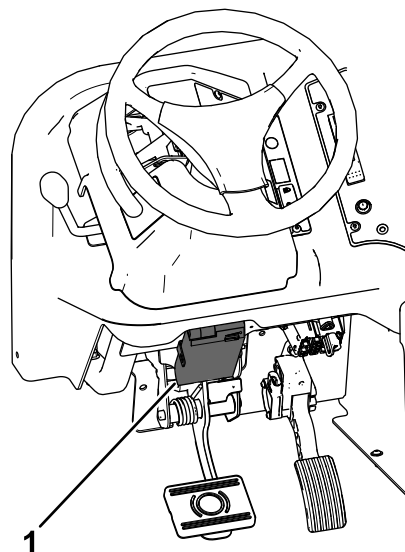

Figura 63
- Montate il controller dei freni sull'area sopra i pedali di trazione e freno (Figura 63). Regolate il controller in modo che la capacità frenante sia massimizzata per le dimensioni di carico dell'attrezzo.